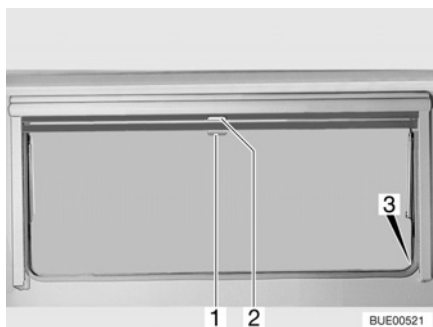

Bild 28 Ausstellfenster
- Verdunklungsrollo am Griff (Bild 28,2) nach unten ziehen. Wenn das Verdunklungsrollo ganz geschlossen wird, das Verdunklungsrollo auf beiden Seiten am Fensterrahmen in die Arretierung (Bild 28,3) einhängen.
- Wenn das Verdunklungsrollo vollständig geschlossen ist: Den Griff (Bild 28,2) nach unten drücken und den Griff dabei leicht nach innen ziehen. Das Verdunklungsrollo aus den Arretierungen links und rechts am Fensterrahmen aushängen.
- Wenn sich das Verdunklungsrollo in Zwischenposition befindet: Den Griff (Bild 28,2) leicht nach unten ziehen, bis sich die Arretierung gelöst hat.
- Insektenschutzrollo am Griff (Bild 28,1) nach unten ziehen und auf beiden Seiten am Fensterrahmen in die Arretierung (Bild 28,3) einhängen.
- Griff (Bild 28,1) nach unten drücken und den Griff dabei leicht nach innen ziehen. Das Insektenschutzrollo aus den Arretierungen links und rechts am Fensterrahmen aushängen.